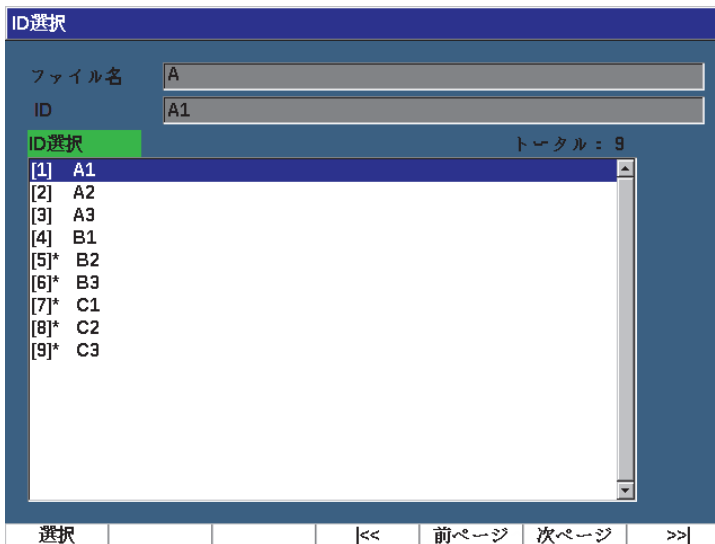

図 10-17 ID 選択メニュー
- ◆ 現在開いているファイルで使用可能な ID すべてが一覧化されたリストから **ファイル > ID 選択** を選択します（223 ページの図 10-17 参照）。